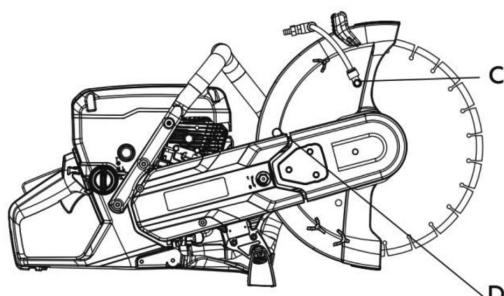

Рис. 11
• Отсоедините штуцера водяного шланга (при наличии системы подачи воды) и рукоятку от кожуха диска (C). Снимите стопор (D) (рис. 11).